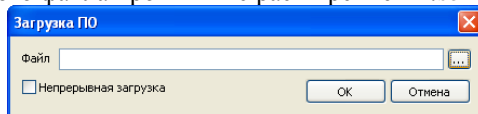
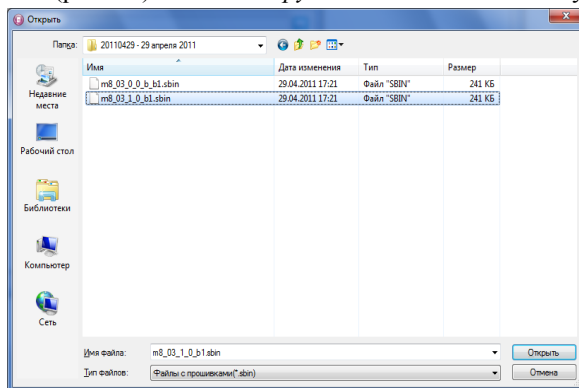

Рис. 35. Задание файла прошивки
Рис. 36. Выбор файла прошивки
- ✓ в открывшемся окне *Загрузка ПО* укажите наименование загружаемого файла прошивки с расширением \*.sbin (рис. 35);
- ✓ для выбора файла прошивки нажмите кнопку  и в открывшемся окне *Открыть* выберите папку, имя файла и нажмите кнопку *Открыть* (рис. 36). В окне *Загрузка ПО* нажмите кнопку *OK* (рис. 35);
- ✓ для выбора файла прошивки нажмите кнопку  и в открывшемся окне *Открыть* выберите папку, имя файла и нажмите кнопку *Открыть* (рис. 36). В окне *Загрузка ПО* нажмите кнопку *ОК* (рис. 35);
- ✓ для выбора файла прошивки нажмите кнопку  и в открывшемся окне *Открыть* выберите папку, имя файла и нажмите кнопку *Открыть* (рис. 36);